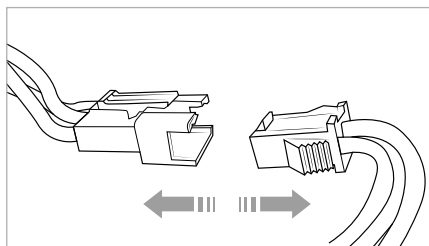

Fig. 27
- 2) Desconecte la conexión de la batería (consulte la fig. 27) y retire la batería del compartimento de la batería.